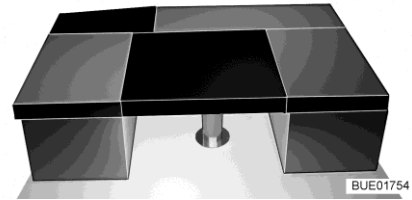

Bild 163 Efter ombyggnaden
- Lägg den rektangulära extra dynan på bordet (mellan sittbänkarnas sittedynor, se Bild 163).